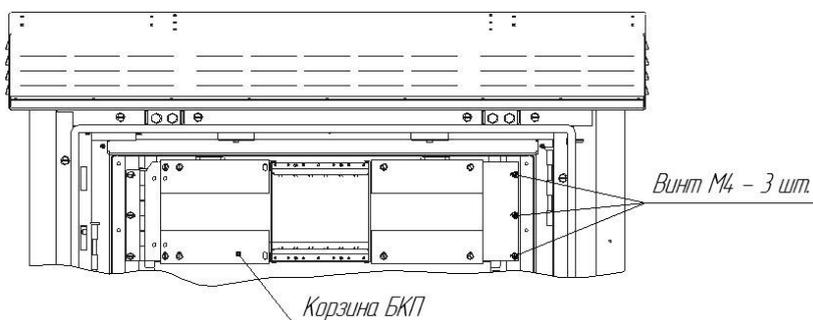

Рисунок 10 Замена корзины БКП
- открутить три винта М4, удерживающие корзину БКП (см. рис. 10);